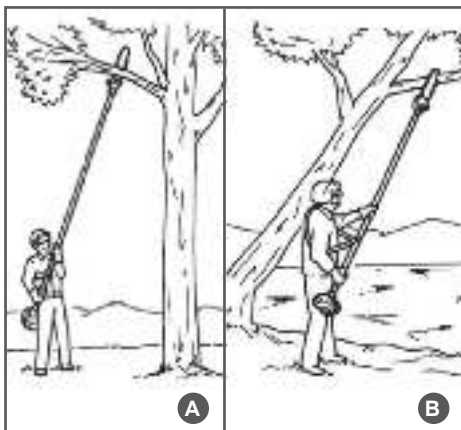

Рис. 10 Положение оператора при работе
2. При обрезке сучьев на вертикально стоящем дереве, рекомендуется рабочее положение высотореза под углом примерно  $60^\circ$  по отношению к дереву (Рис.10А). При обрезке сучьев на наклонно стоящем дереве располагайтесь всегда по направлению наклона дерева (рис.10В).